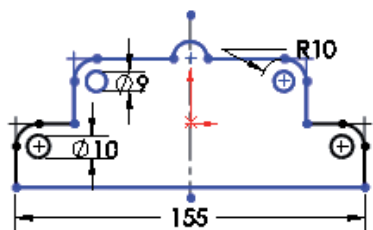

Рис. 4. Неопределенный эскиз
1. Отредактируйте эскиз (рис. 4).